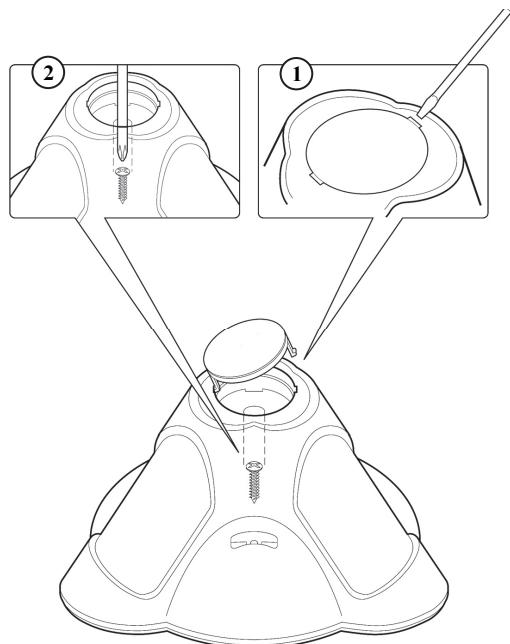

FIGURE 1
Pour ouvrir le détecteur (**Figure 1**), retirer le couvercle en insérant un tournevis (1) dans l'encoche entre le capuchon de protection du détecteur et le couvercle. Le couvercle restera lié à la base du détecteur.